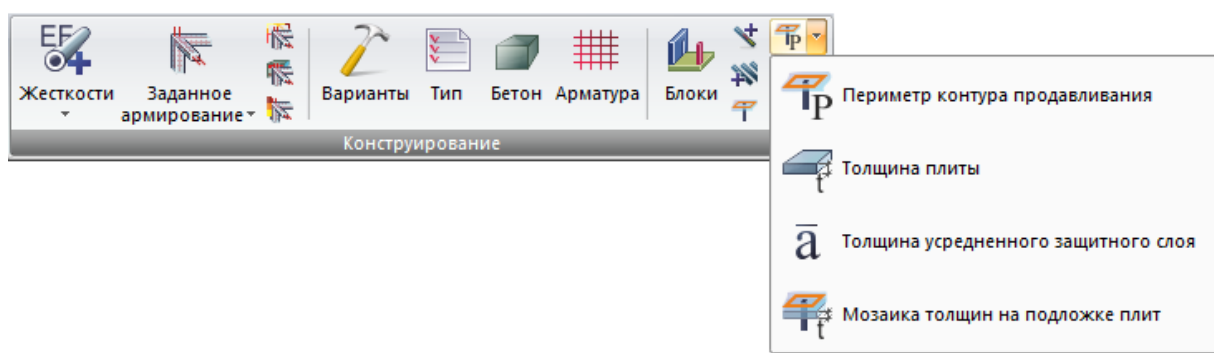

Рис. 123. Раскрывающийся список **Мозаика геометрических характеристик контуров продавливания**
- **Мозаика геометрических характеристик контуров продавливания** (рис. 123 ) – см. вкладку **Создание и редактирование**, панель **Конструирование**, стр.30.